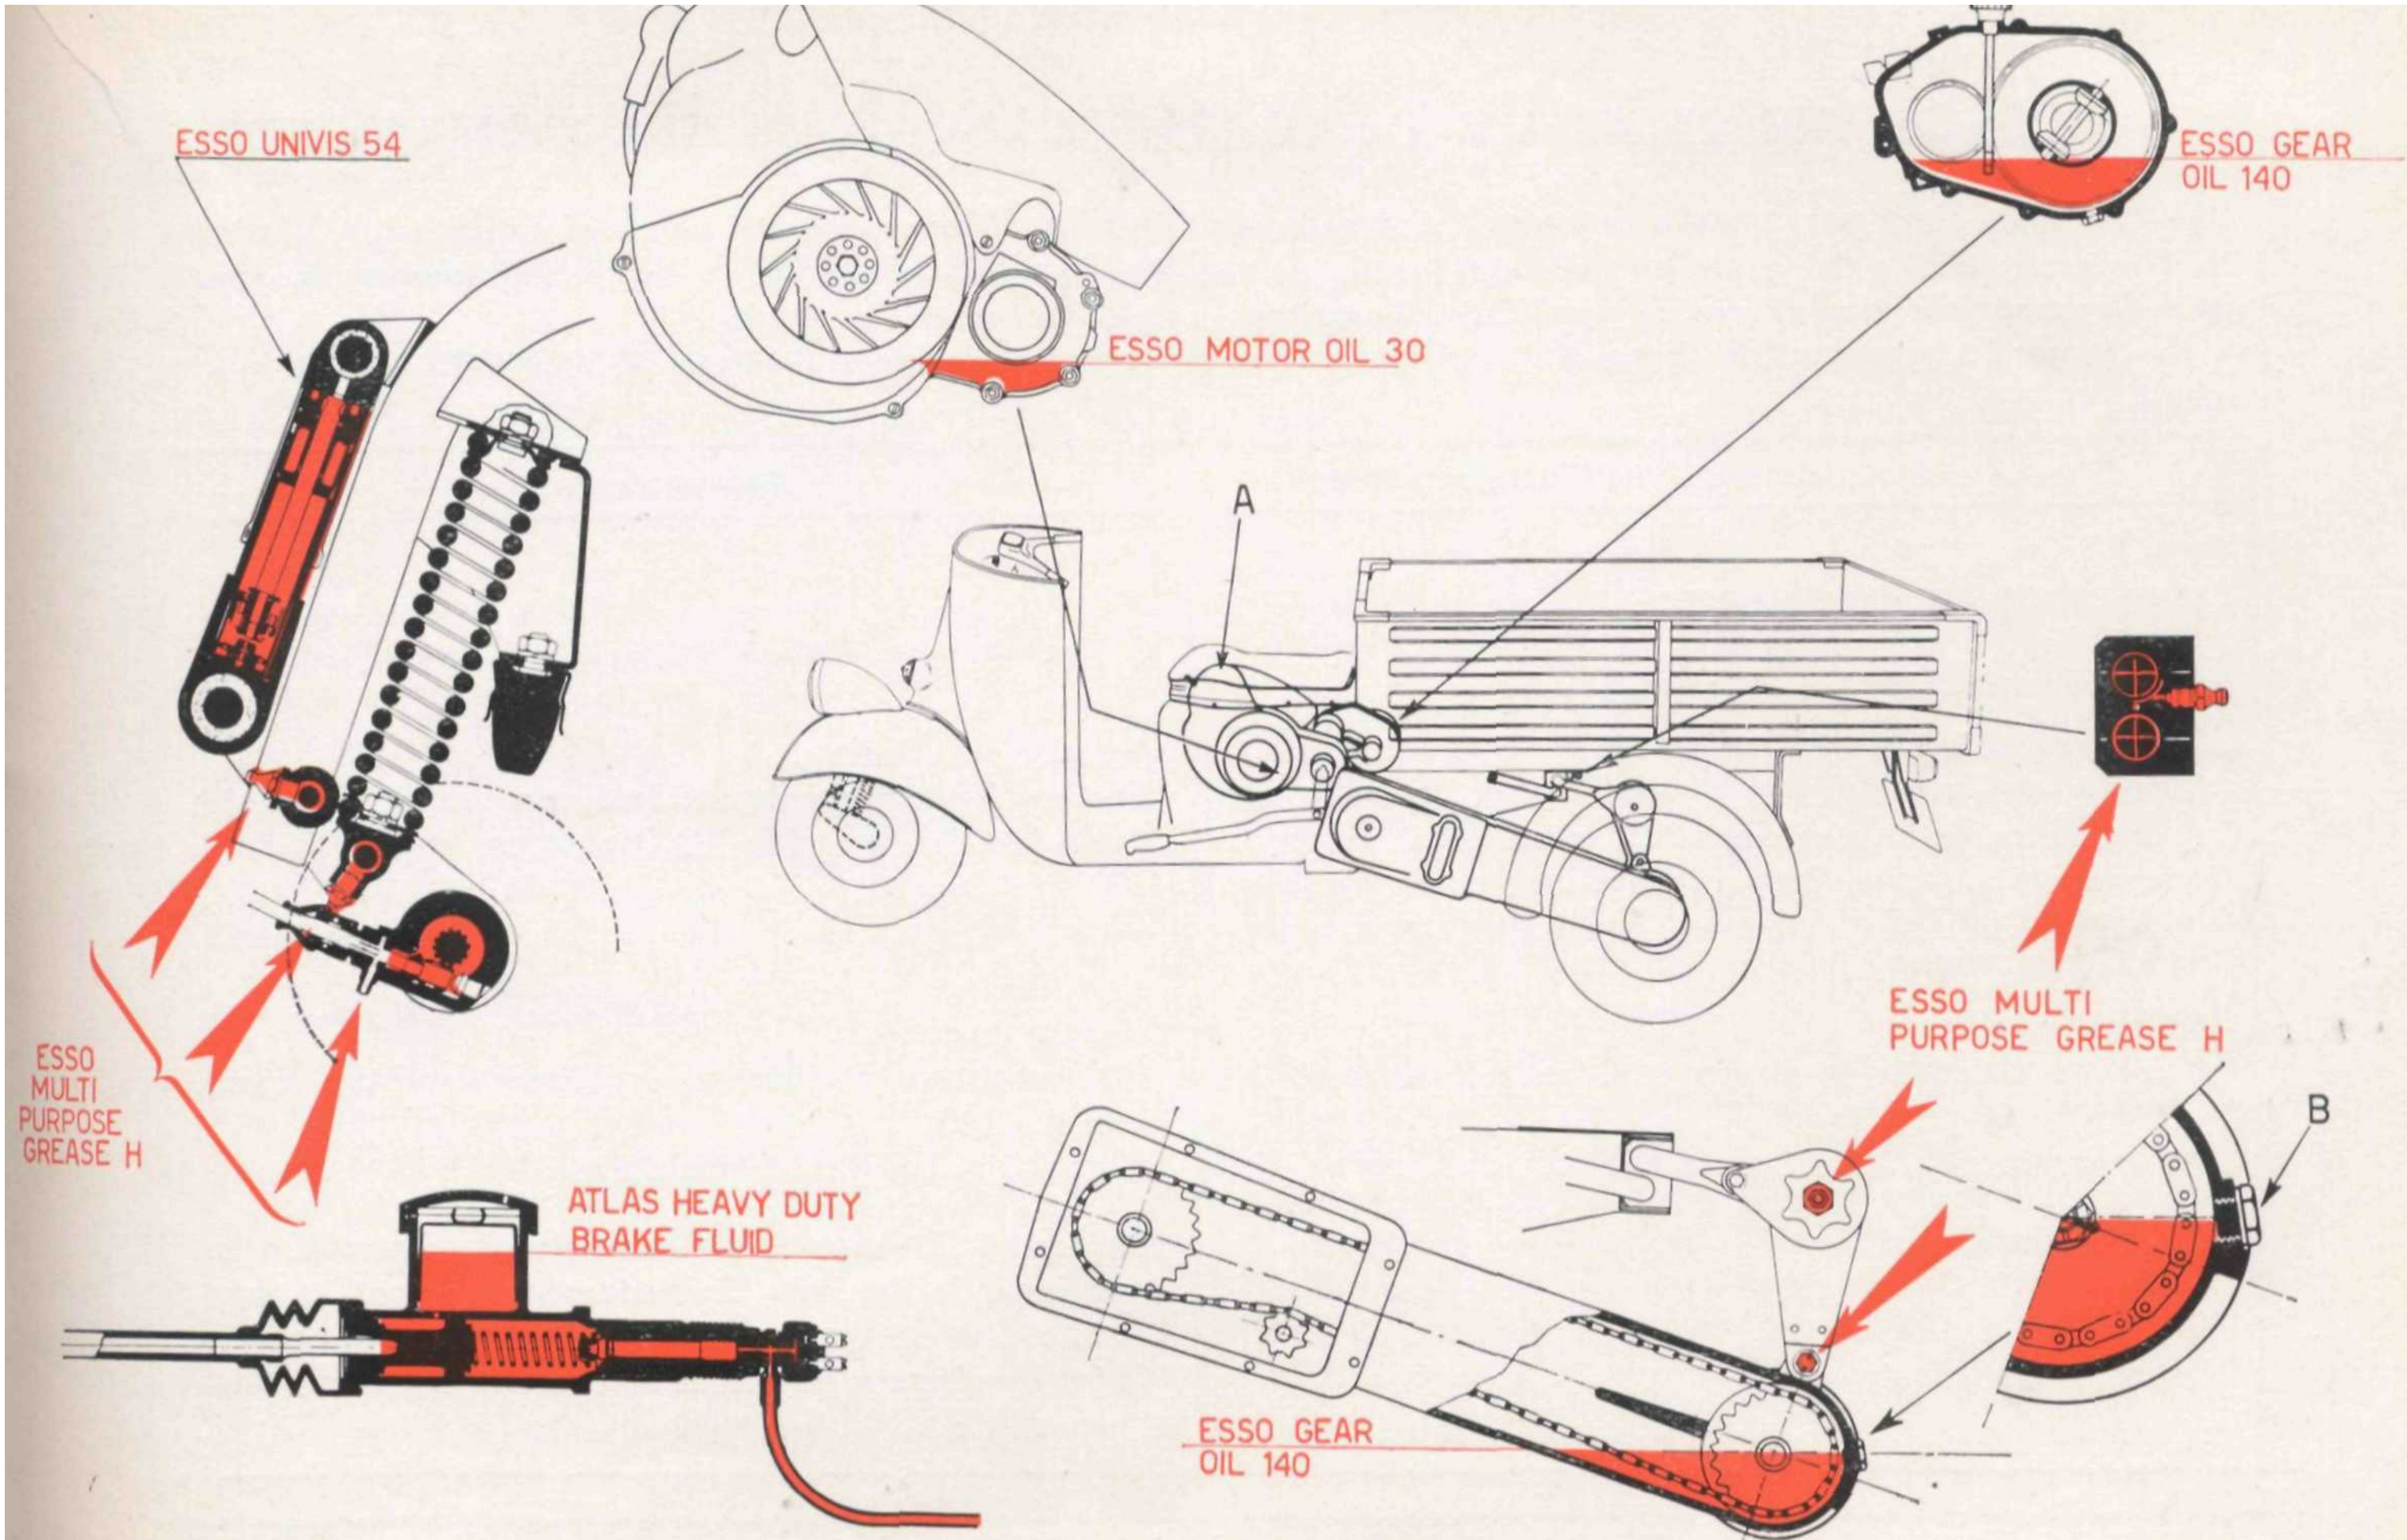

Fig. 20 - Schema della lubrificazione
- 6) - Ripristinare il livello olio nei triangoli porta ruota, attraverso l'apposito foro munito di tappo (fig. 20).